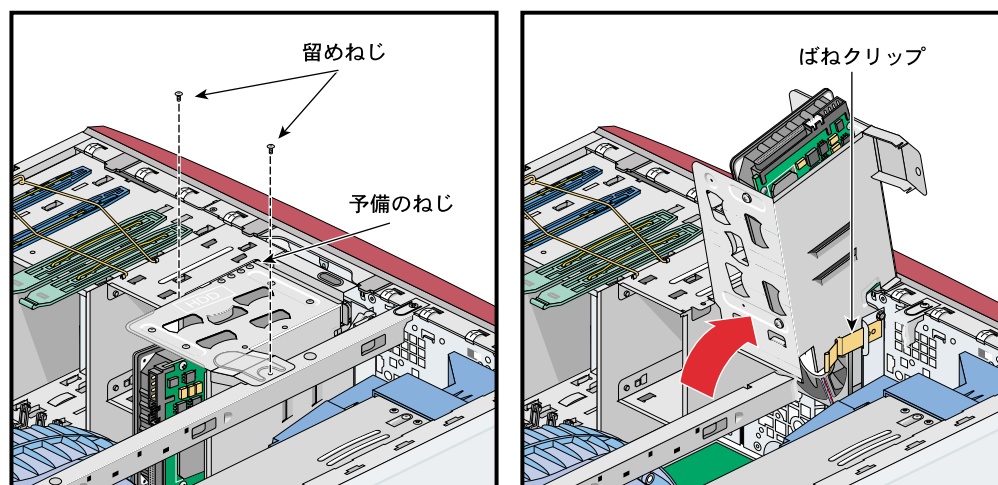

図4-12 下段ドライブ・ケージを開く
2. ドライブ・ケージをシャーシに固定している 2 本のねじを取外します。続いて、所定の位置にロックされるまで、ドライブ・ケージを上回転させてシャーシの外に出します。図 4-12 を参照してください。